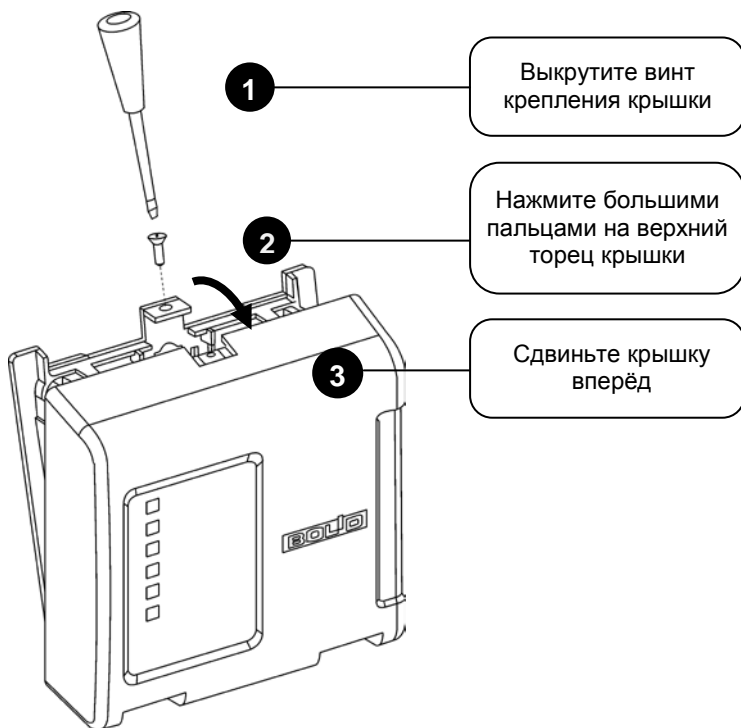

Рисунок 2. Снятие крышки преобразователя
3.2.4 Снимите крышку преобразователя в порядке, указанном на рис. 2.
3.3.3 Снимите крышку преобразователя в порядке, указанном на рис. 2.